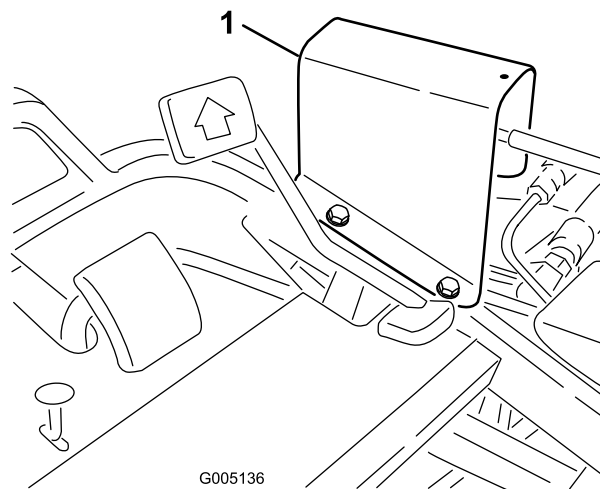

Bild 43
1. Stellen Sie die Spulen 1, 2 und 3 auf Neutral (Mitte der Wegstrecke) und entfernen den Schutz der Übertragungsstange vom Fußbrett (Bild 43).